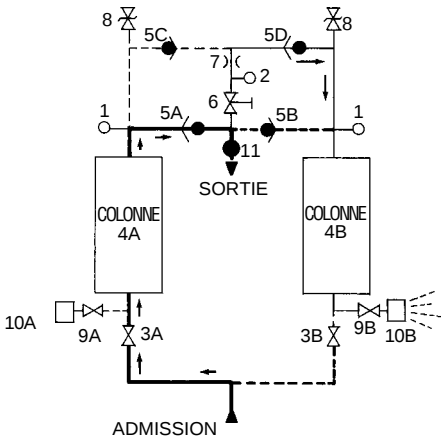

FIGURE 1A
1.2.1 Séchoir (Voir la Figure 1A)